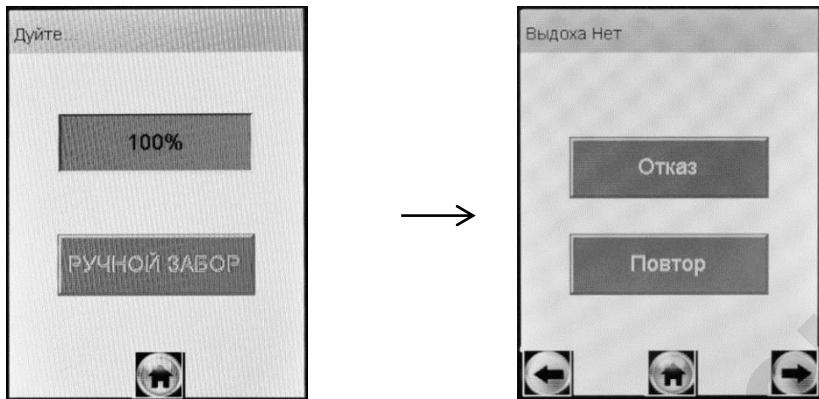

Рисунок 19 – Смена окон при отсутствии выдоха
2.8.21 Если при выполнении 2.8.11 настоящего РЭ выдох не был сделан своевременно, то окно готовности к отбору пробы «Дуйте» (рисунок 19, слева) через 30 секунд сменится окном «Выдоха нет» (рисунок 19, справа).
Следует прекратить выдох. Для возобновления процедуры измерения нажмите на виртуальную кнопку «**Повтор**», после перехода анализатора в режим готовности к отбору пробы (рисунок 19, слева) следует повторить выдох согласно 2.8.12 настоящего РЭ.